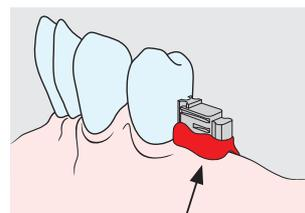

Fig. 3
6. Geschiebeunterschnitte, z.B. mit weichem Wachs, ausblocken (Fig. 3).